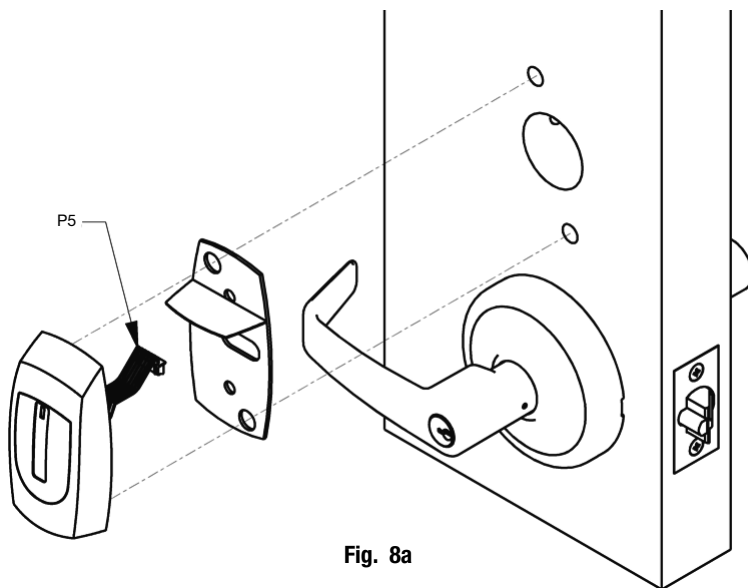

Fig. 8a
- a. Install exterior gasket if this is an exterior door (Fig. 8a).